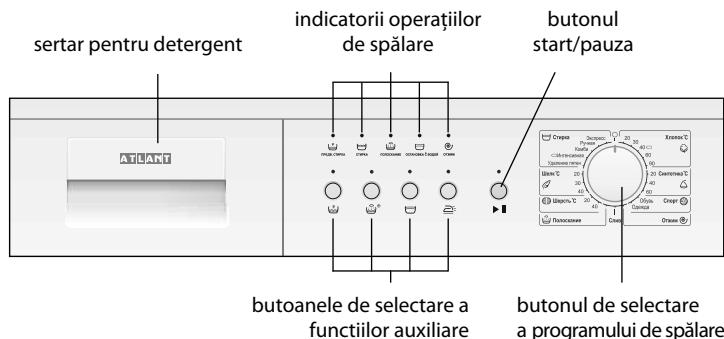

Figura 1 – Panoul de comanda
**1.1.1 Elementele de comandă a mașinii sunt prezentate în figura 1.** Butonul de selectare a programului (în continuare numit – Selector) și denumirile butoanelor de comandă sunt prezentate în figurile 2 și 3.